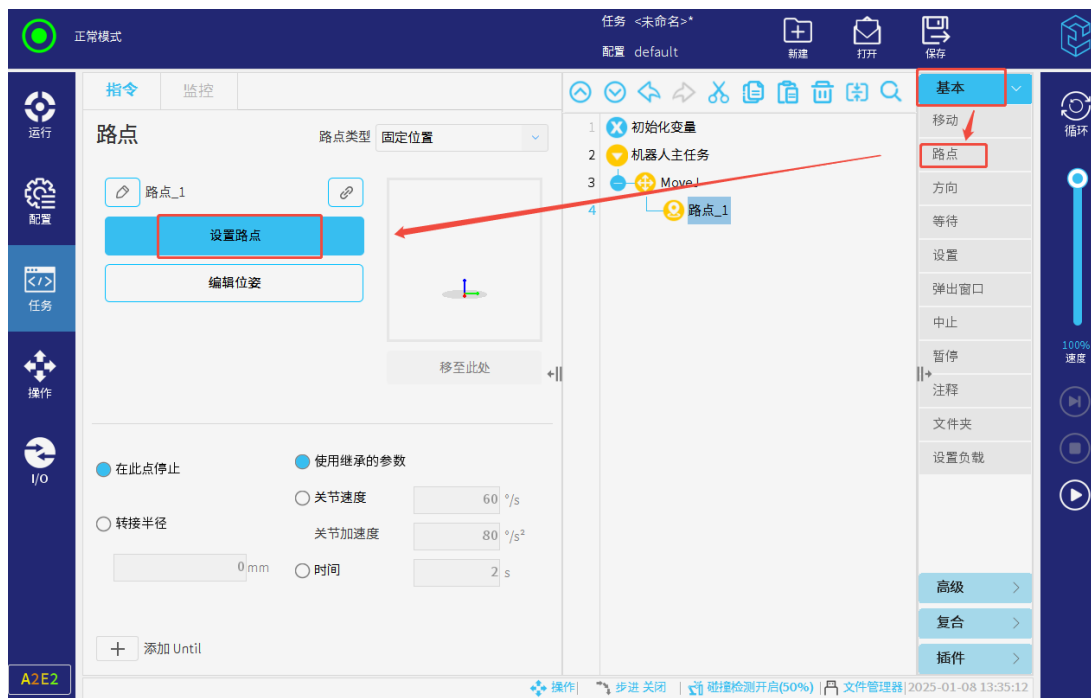

图 3-89: 路点
路点是机器人路径上的点，是机器人任务的核心要素，用于记录机器人到达的目标点位的节点，如图 3-89所示。
5. 设置完成后，路点节点以蓝色显示，如图 3-89 所示。